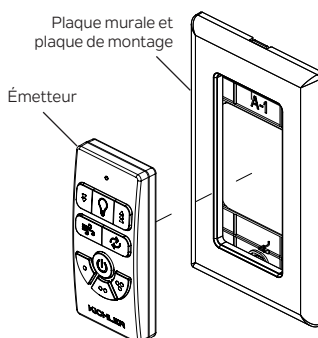

Fig. 4
Étape 1. Retirez l'émetteur de la plaque murale et de la plaque de montage. (Fig. 4)